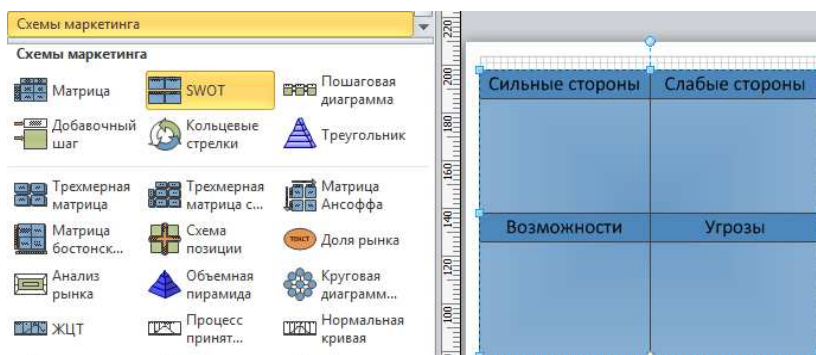

Рис. 8. Вибір та розташування шаблону
3. Оберіть потрібний шаблон та розташуйте його на сторінці (рис. 8).